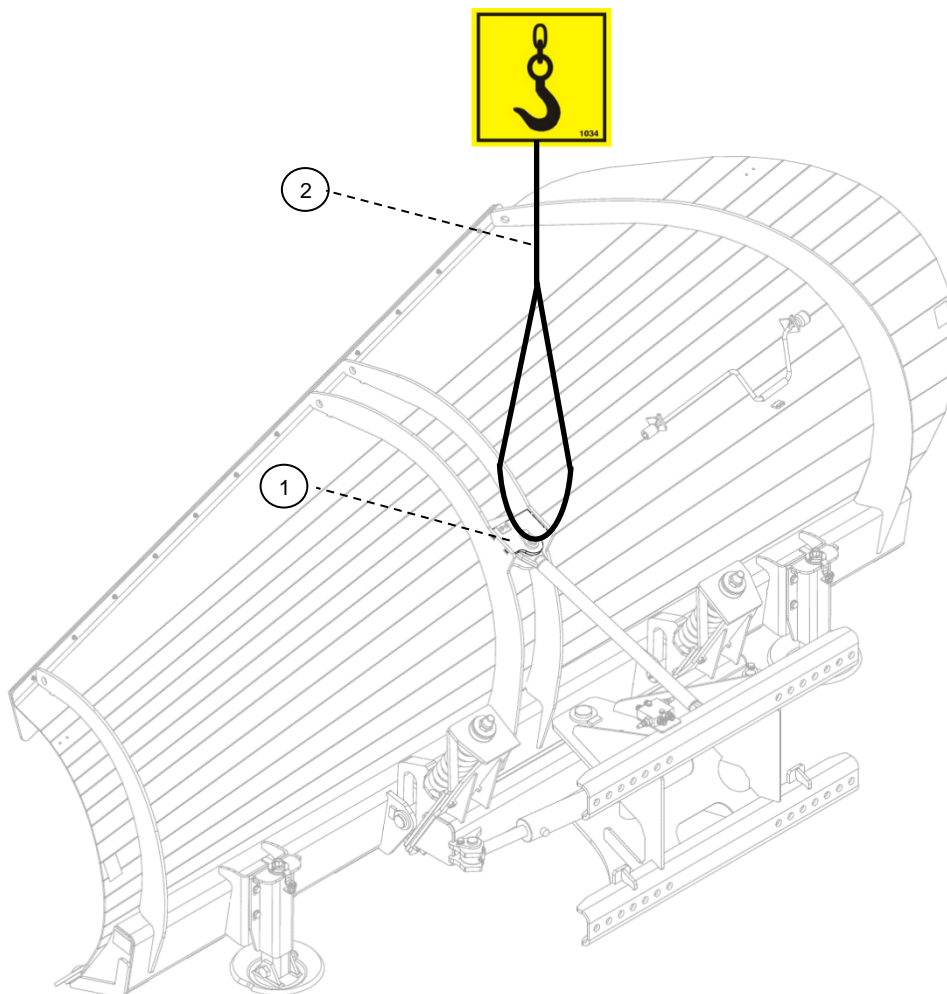

Bild.20: Lyftanvisning
- 2) Med lyftredskap till exempel lyftstropp (2). Lyftredskapen fästs på plogvingens öppning (1) enl. Bild 20. Lyftredskapen måste klara en belastning på minst 2000kg. Se till att lyftstroppen är tillräckligt lång!